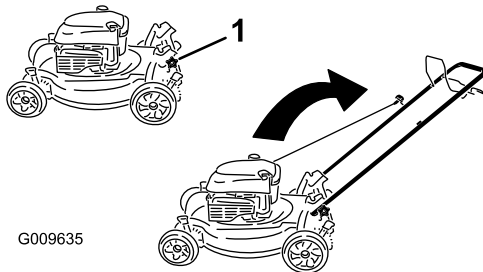

Figura 3
1. Retire los pomos del manillar de la carcasa del cortacésped (Figura 3).
1. Pomo del manillar (2)
3. Instale y apriete los pomos del manillar que retiró en el paso 1 (Figura 3).